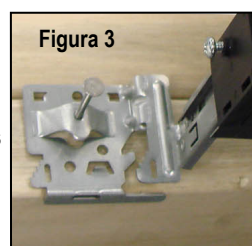

Figura 3
1. Posicione el accesorio luminoso entre las viguetas y deslícelo hacia la primera vigueta. (Nota: Los carcassas cuadrados y redondos incluyen marcas con muescas en "V" integradas en el retorno del marco de yeso como ayuda para la ubicación de los accesorios). (Figura 3)